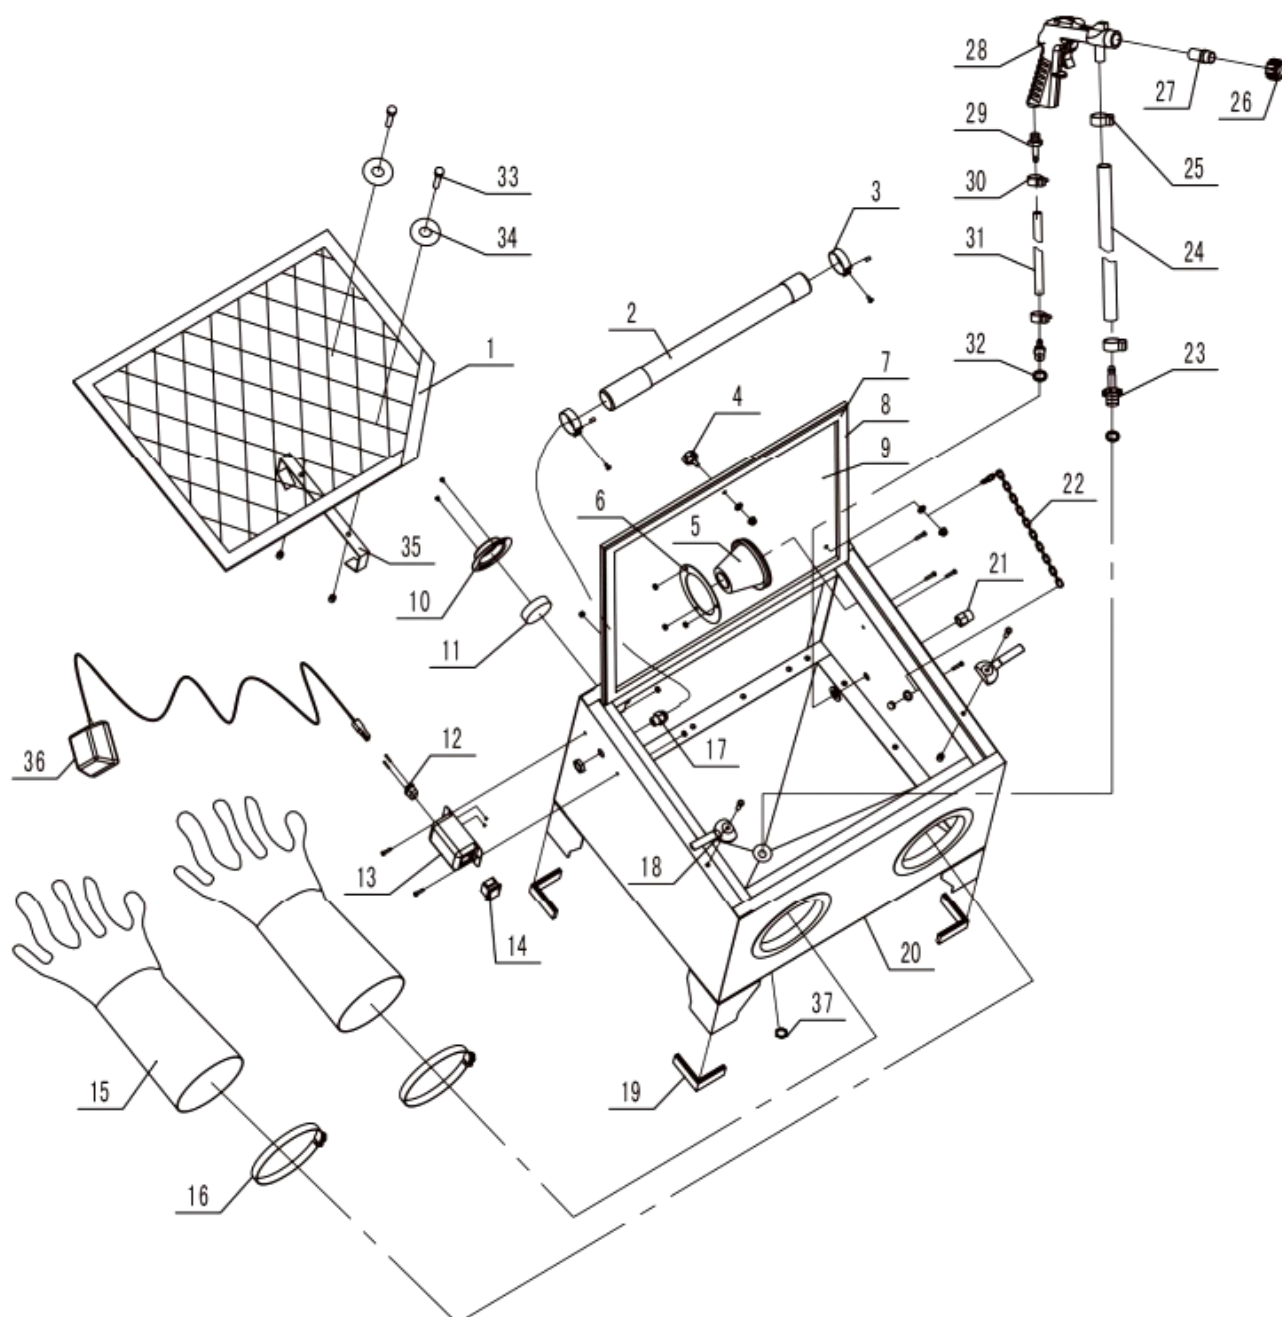

Рис. 2. Устройство изделия.
1.	Сборка производится согласно чертежу Рис. 2.
3.	<p>Вставьте всасывающий штуцер шланга подачи абразива (23) с шайбой в основание камеры (раструба) и зафиксируйте гайкой М16 (37).</p>